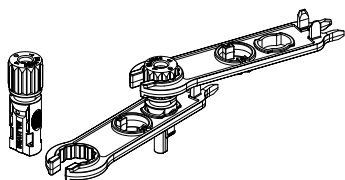

Figura 3.5 Conector com porca de capa aparafusada
c) Insira o pino de contato na parte superior do conector e aparafuse completamente a porca de capa na parte superior do conector, conforme mostrado na Figura 3.5.